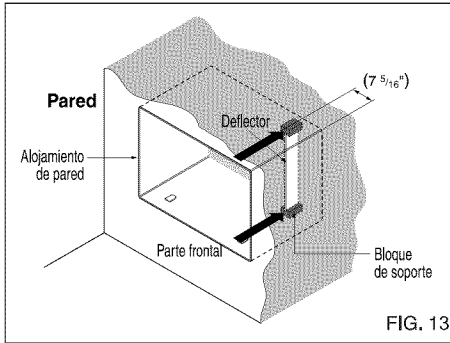

FIG. 13
- 6** Extraiga la parte posterior de los bloques de soporte y fíjelos en el interior del alojamiento de la pared según se muestra en la FIG 13. Deslice el deflector en las ranuras de los bloques de soporte.